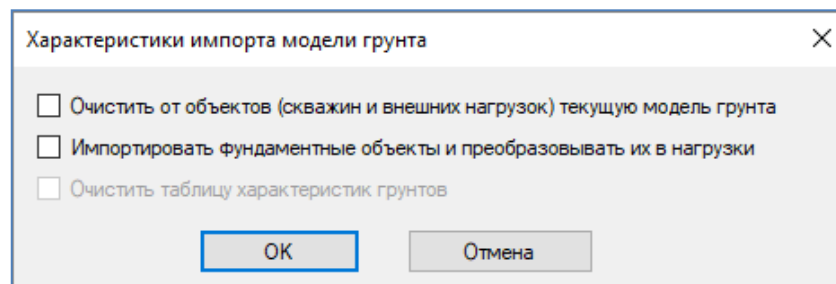

Рис. 5.23
Нажмите в верхнем ряду кнопок **Редактора грунта** кнопку . Выберите файл для импорта \*.fer. Если в файле нет данных для импорта, на этом операция закончится. В противном случае появится окно (рис. 5.23):
- нагрузки на элементы фундаментной плиты **Pz** — только если в окне (рис. 5.23) установлен флажок **Импортировать фундаментные объекты и преобразовывать их в нагрузки**.